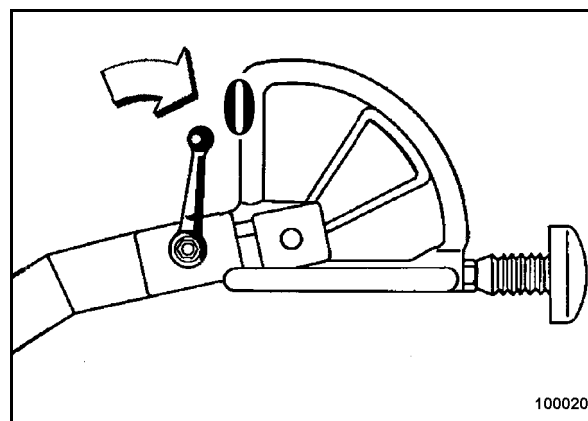

Fig. 12
- Colocar la palanca de vibración (Fig. 12) a posición "0".
- Colocar la palanca reguladora de revoluciones (Fig. 12) a posición "MAX".